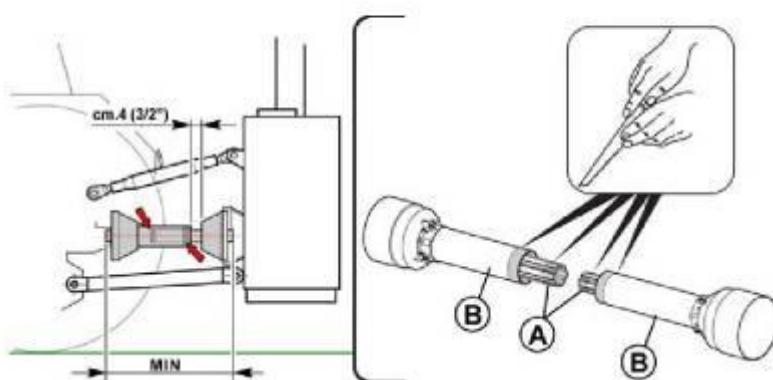

FIG. 4.7
Используя гидроподъемник трактора приблизьте оборудование к трактору и удостоверьтесь, что длина кардана правильная. Проверьте, чтобы длина нахлеста частей кардана составляла не менее 2/3 его длины в собранном виде. В противном случае укоротите лишнюю часть телескопической трубы (A) и кожуха (B) (см. РИС. 4.7).